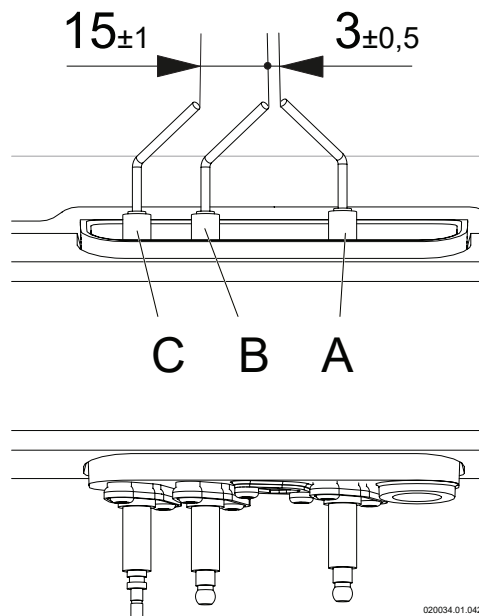

Figura 8-17 - Distanza in mm tra gli elettrodi
- 2.- verificare che la distanza fra gli elettrodi di accensione "A" e "B" sia di 3 mm (Figura 8-17);
- 3.- verificare che la distanza fra l'elettrodo di accensione "B" e l'elettrodo di rilevazione "C" sia 15 mm (Figura 8-17);